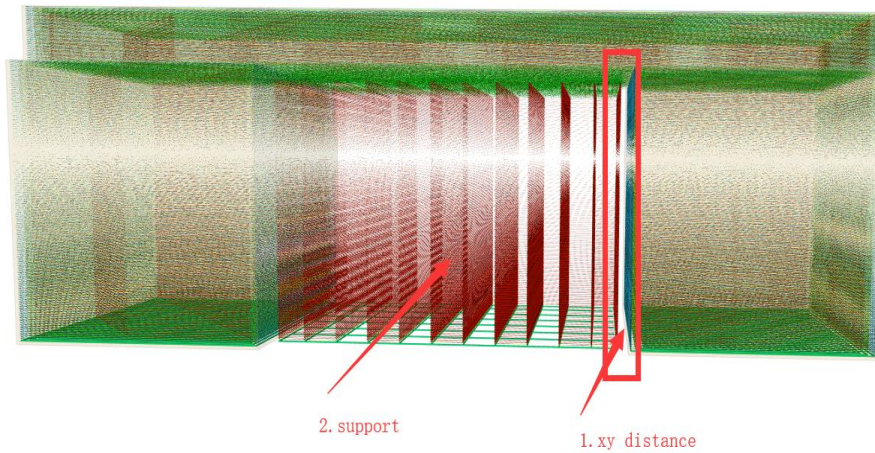

图 28, 切片后(加支撑), 图中 1 箭头所指空白间隙为支撑与模型 XY 平面间距
(6) 支撑与模型 XY 平面间距(单位 mm): 即支撑距离模型指定的横向平面的间距, 如图 28。此间距决定支撑离模型的距离, 太近会不好去除, 太远了会造成支撑区域缩小而出现悬垂, 默认值是经测试过的较好的一个值, 一般情况可无需调整。若有更高打印要求的用户, 建议按照 0.3mm 梯度增加或减少。